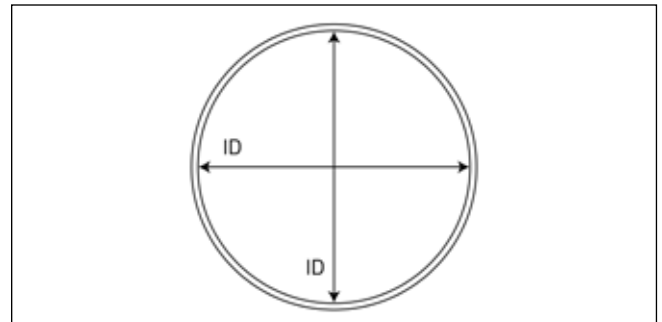

Abb. 73: Schätzung des Rohrinneindurchmessers anhand von Messungen vor Ort
- Graben Sie bis zur Rohrzone hinunter. Der Aushub direkt über dem Rohr und an seinen Seiten sollte mit Handwerkzeugen erfolgen, um zu vermeiden, dass das Rohr mit schwerem Gerät beschädigt wird. (Abb. 73).